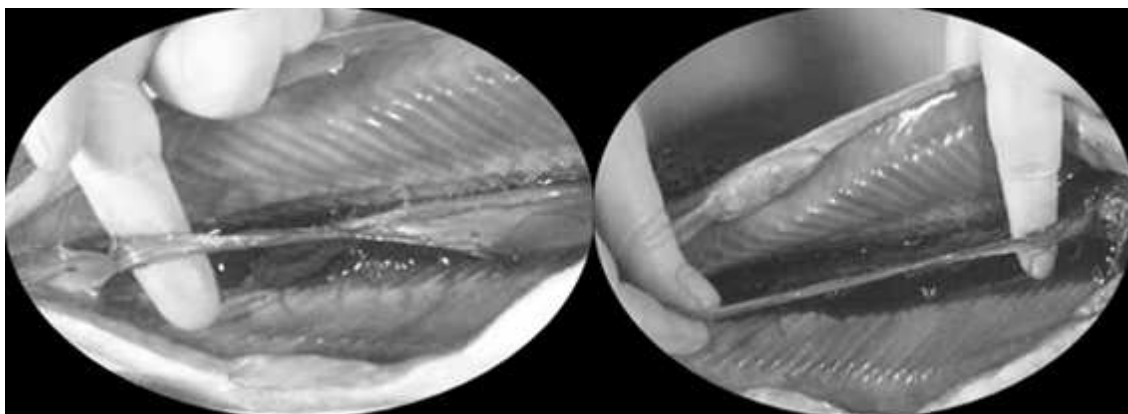

Figura 10
17. d. CON CUIDADO localicen la vejiga natatoria que se encuentra debajo de los riñones, los que a su vez, se localizan debajo de la columna vertebral. Sigán la figura 10.